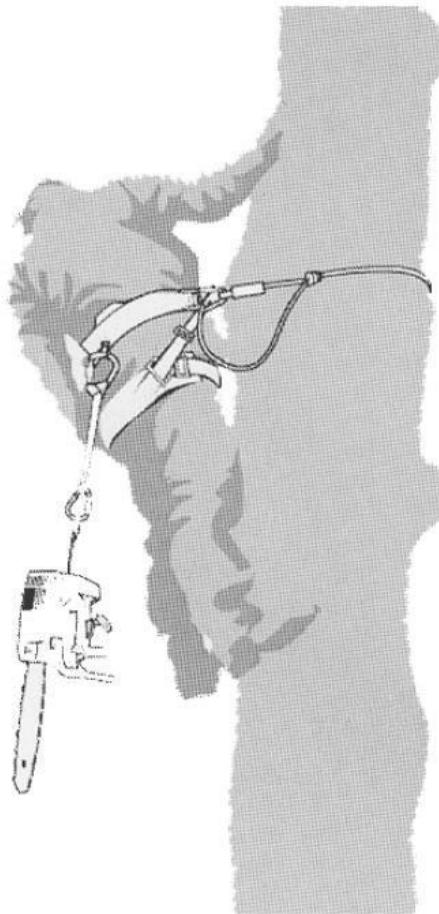

Figura A.2--Esempio di come attaccare una motosega per la cura degli alberi al supporto centrale posteriore della cinghia di trasporto
La motosega deve essere attaccata solo al dispositivo di sospensione (18) raccomandato sul montante. Questi possono essere al centro (davanti o dietro) o sui lati. Ove possibile, la motosega dovrebbe essere fissata al centro posteriore centrale dell'alzata per tenerla lontana dalle corde di arrampicata e per sostenere il peso al centro sotto la colonna vertebrale dell'utilizzatore. **Vedi figura A.2.**